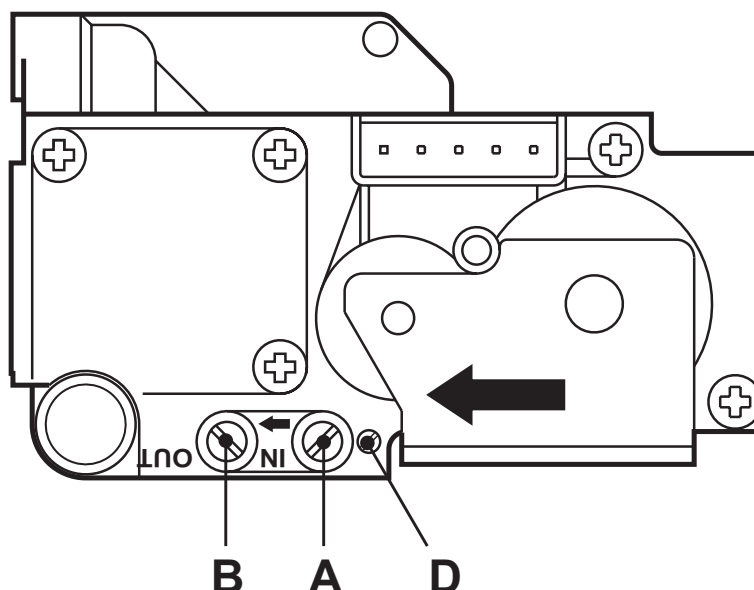

fig. 16 - Valvola gas
- Collegare un idoneo manometro alla presa di pressione "B" fig. 16 posta a valle della valvola gas
- Regolare la pressione minima attraverso la vite "D" fig. 16, in senso orario per diminuirla ed in senso antiorario per aumentarla.